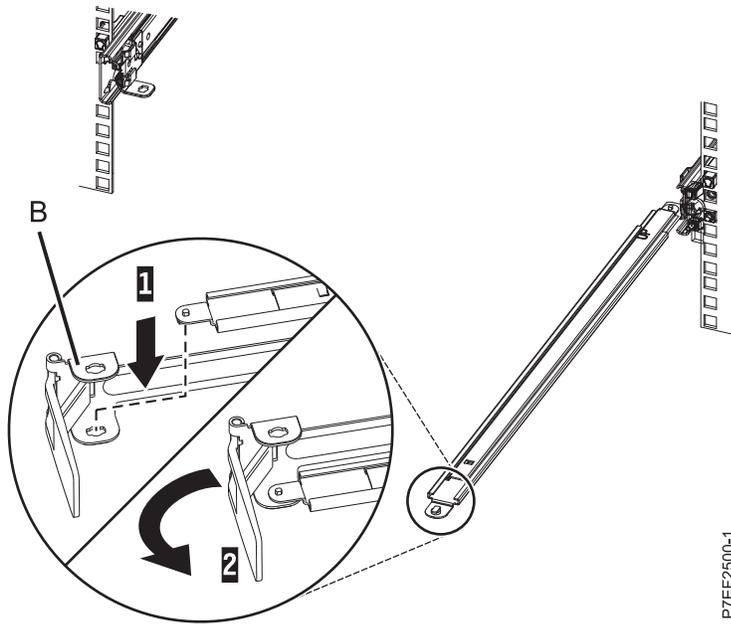

Figure 11. Fixation de l'équerre d'arrêt du bras de routage des câbles au bras de support
3. Localisez le trou situé en bas, dans l'angle interne du support d'arrêt de routage des câbles en forme de L (B). Placez l'extrémité non fixée du bras de support de sorte que la languette de verrouillage de la face inférieure de son extrémité s'aligne sur le trou du support. Insérez la languette dans le trou (1) et tournez le support (2) pour le fixer au bras de support. Pour plus de détails, voir figure 11, à la page 9.